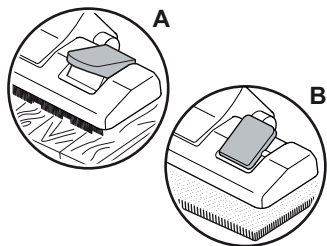

Abb. 16
4. Stellen Sie je nach Bodenbelag den Umschalter „Teppich/Hartboden“ (Abb. 16) ein:
- **Hartboden (Abb. 16/A)**
- **Teppich (Abb. 16/B)**